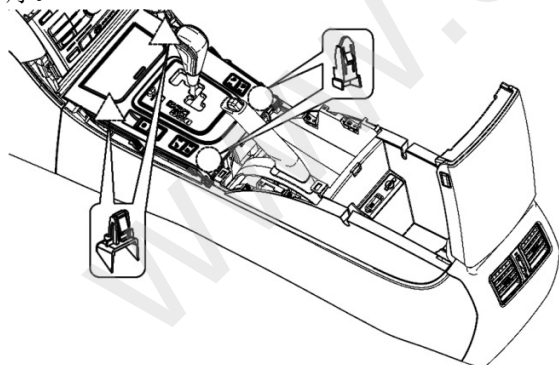

图 2.3.1 换挡操纵机构盖板总成结构示意图
(2)手指放入换挡操纵机构盖板与副仪表板之间的空隙，扣住盖板小心往上拔，直到图2.3.1所示四处卡脚全部脱出；
(1)确保两个塑料卡扣安装在相应位置（详见图 2.3.1）；